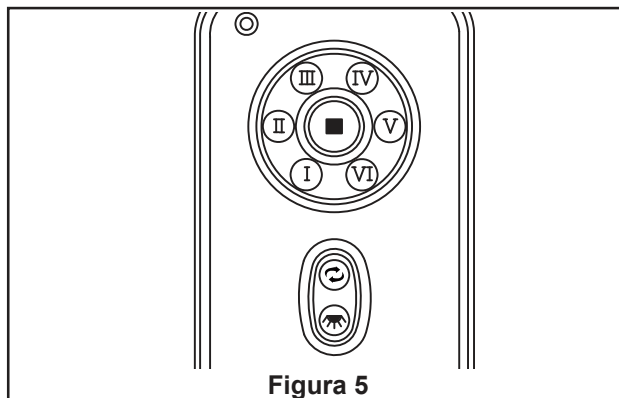

Figura 5
- ☐ 5. Asegure el vidrio en la ensamble de kit de luz girándolo en el sentido de las agujas del reloj y sin apretar demasiado. (Figura 5)
5. Los botones del mando a distancia se describen a continuación: (Figura 5)